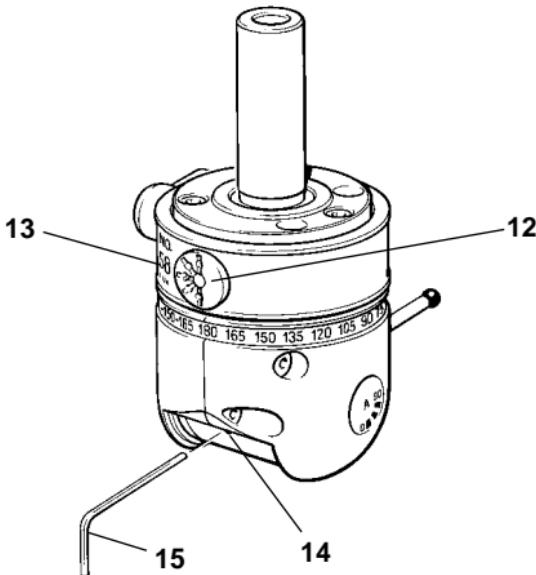

Figure 2 - MIP (vue arrière)
3.2 Vue arrière (Voir la Figure 2)